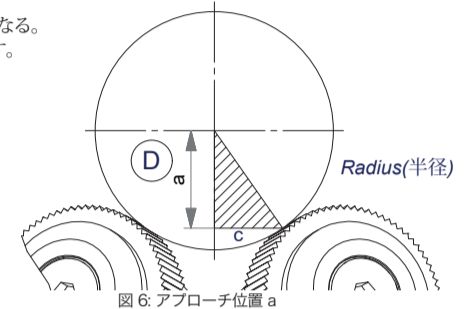

図6: アプローチ位置 a
③ 芯高の確認工具のX方向へのアプローチ位置は、右上の式が目安となる。これは加工するワークの直径と使用するホイールによって異なります。(表3、図6参照) (see Tab. 3+Fig. 6).
芯高を正しく調整すると、ワークの接近時に両方のホイールが同時に噛み合います (図6)。そうならない場合は、ツールの中心を調整する必要があります (第6章、カッティングヘッドの補正を参照)